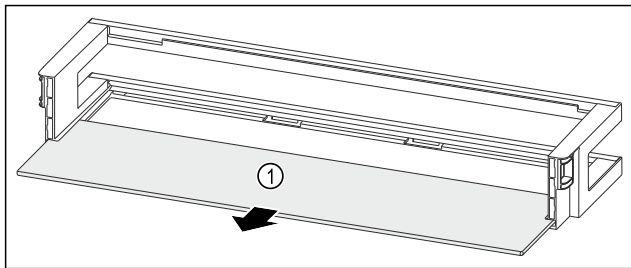

Fig. 268 Raft montat pe ușă cu raft
- ▶ Extrageți raftul Fig. 268 (1).